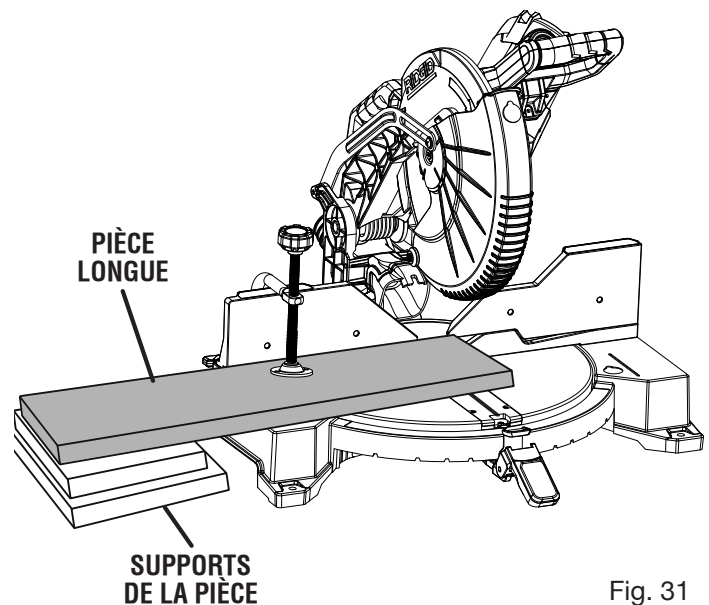

Fig. 31
- Lors de la coupe de planches ou de moulures longues, soutenir l'extrémité libre de la pièce avec un chevalet à rouleau ou un plan de travail se trouvant au même niveau que la scie. Voir la figure 31.
ou une surface de travail de niveau avec la table de la scie. Voir la figure 31.
Voir la figure 31.